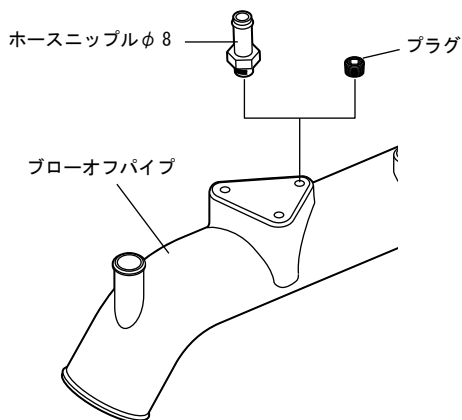

図 7
- (2) ブローオフパイプにホースニップルφ8もしくはプラグを取付けてください。取付ける際は、ネジ部に市販のシールテープ等を巻くなどしてエア漏れしないようにしてください。（図7、図8、図12）